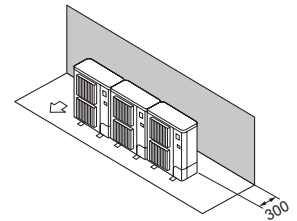

Fig. 2-13
- ① Obstacles uniquement à l'arrière (Fig. 2-13)